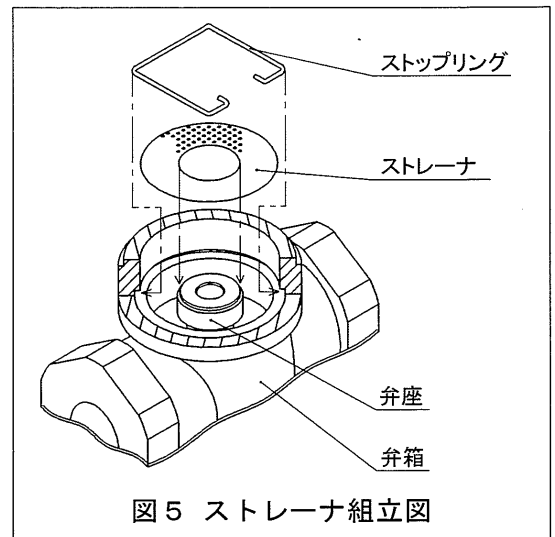

図5 ストレーナ組立図
- (1) ストレーナ⑦は、図5に示すように弁座の段差部にストレーナの内側を合わせて入れ、ストップリング⑧をラジオペンチ等でつまみ⑳弁箱の溝部に確実にはめ込んでください。